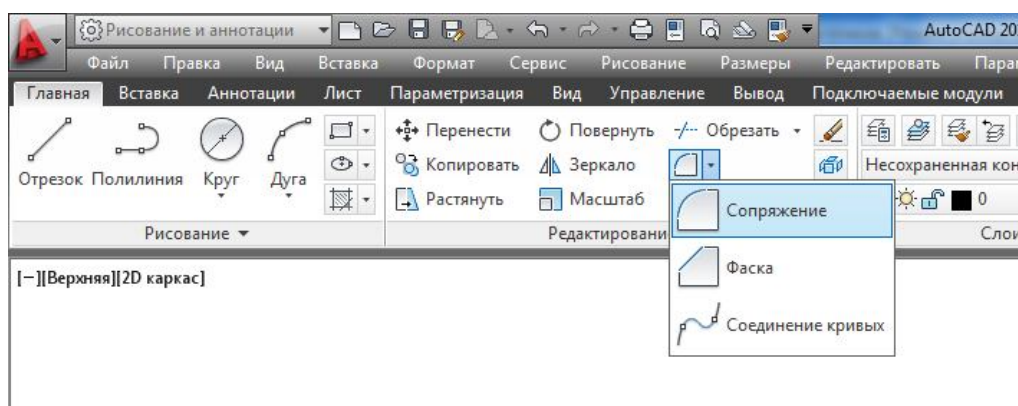

Рис. 13. Команда **Сопряжение**.
4.1. Использовать команду **Сопряжение** (рис.13) и значения радиусов сопряжения.